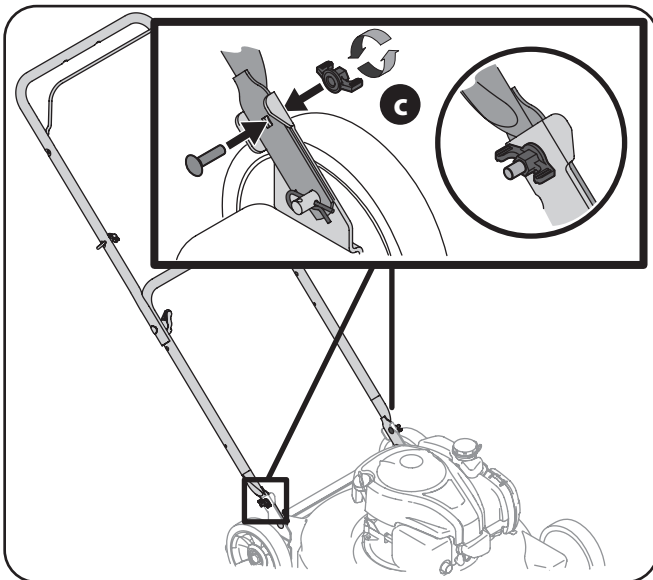

Figura 3-3
- c. Inserte el bulón de carro del Grupo 1 en el paquete de hardware en el orificio superior en el soporte de montaje de la manija. Sujete con una tuerca plástica de mariposa del Grupo 1. Vea la Figura 3-3. Repita del otro lado con los restantes hardware del Grupo 1.